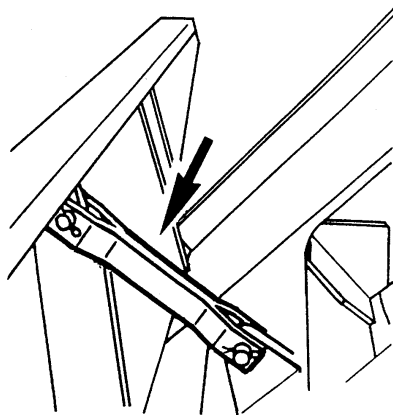

Рис. 5.49. Блокировка погрузочного ковша
2. Установить блокировочную распорку между погрузочным ковшом и стрелой и соединить ее шкворнями с проушинами на ковше и стреле и застопорить шкворни шплинтами (Рис. 5.49).